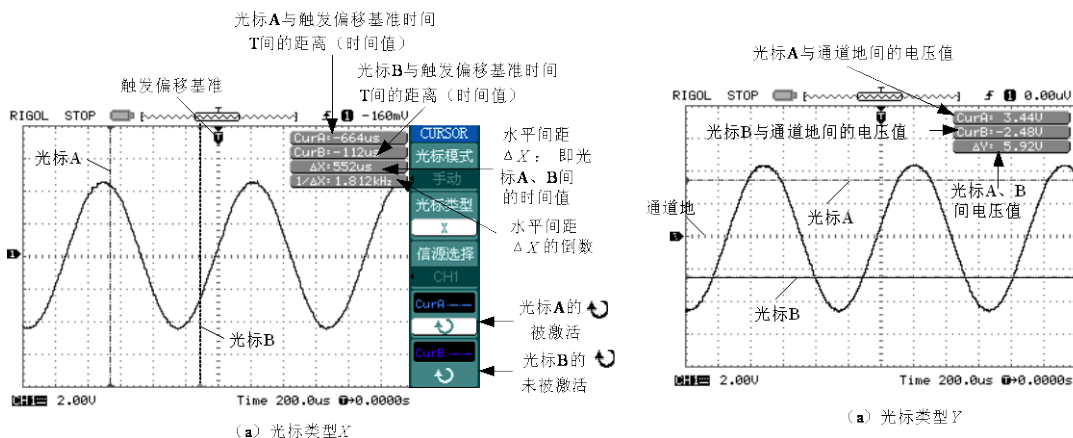

图 11-20 手动模式测量显示图
(1) 手动模式：光标 X 或 Y 成对出现，并可手动调整两个光标间的距离，显示的读数即为测量的电压值或时间值，如图 11-20 所示。